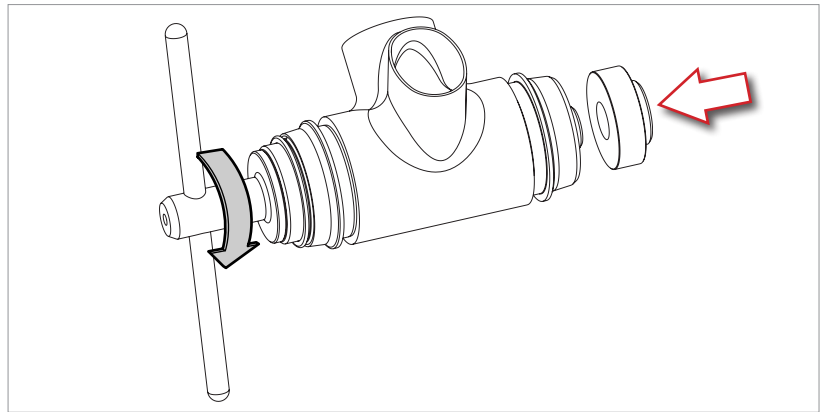

Abb.5
- Das Werkzeug UT-BB240 in die Führung der linken Lagerschale einschrauben, bis es an der Lagerschale aufliegt (Abb. 5).